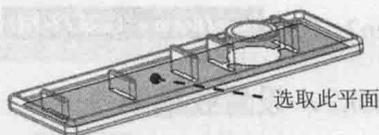

图 1.6 设置修剪平面
(1) 在“阴影曲面”对话框中双击 **Clip Plane (修剪平面)** 元素。
(2) 系统弹出 **ADD RMV REF (加入删除参照)** 菜单, 选择该菜单中的 **Add (添加)** 命令。
(3) 设置修剪平面。在系统 **选取一修剪平面** 的提示下, 采用列表选取法选取图 1.6 所示的模型内表面为修剪平面。
(4) 在 **ADD RMV REF (加入删除参照)** 菜单中选择 **Done/Return (完成/返回)** 命令。